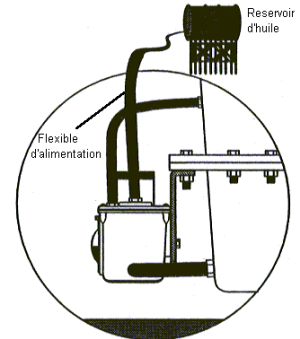

Figure 5
2. Raccorder un flexible de diamètre 13 mm ou plus au raccord d'alimentation du LM300 et à la sortie du réservoir d'huile. Voir Figure 5. Le flexible doit être en pente et n'avoir ni boucles ni courbes. Le maximum de pression de tête utilisant